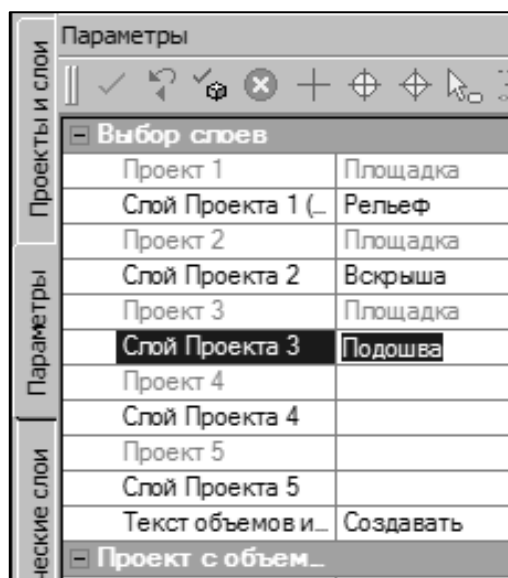

Рис. 3.17. Настройка заполнения насыпи и выемки
9.2. В окне параметров выполните настройки заполнения насыпи и выемки, согласно рис. 3.17. В качестве исходного слоя выберите слой «Рельеф», в качестве второго слоя – слой «Вскрыша», третьего – «Подошва». Выберите стиль поверхности – «Без отображения».
9.3. Для запуска расчета объемов работ на локальной панели инструментов нажмите кнопку ВЫПОЛНИТЬ РАСЧЕТ  (см. рис. 3.17). После расчета объемов примените команду и закройте метод.